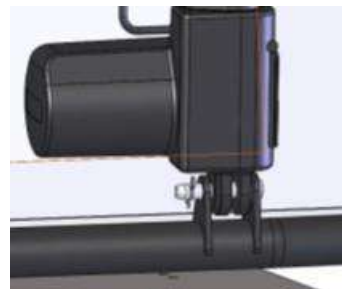

Figura 5-152
- Use el artículo C para ajustar el cable del activador en el tubo de aluminio. (Figura 5-152).